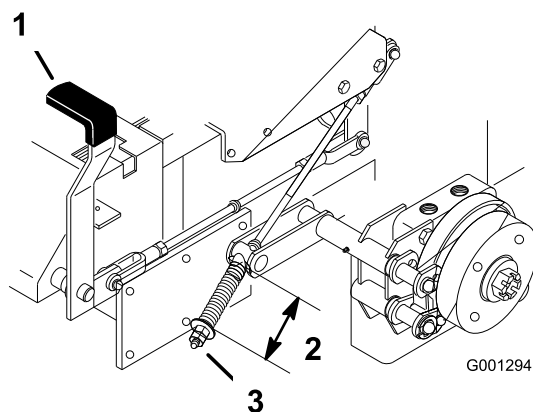

Figure 66
2. Mesurez la longueur du ressort. Les rondelles doivent être espacées de 64 mm (Figure 66).
3. Si un réglage est requis, desserrez le frein de stationnement, desserrez l'écrou de blocage situé sous le ressort et réglez l'écrou directement au-dessous du ressort (Figure 66). Modifiez le serrage de l'écrou jusqu'à ce que le ressort ait la longueur voulue. Tournez l'écrou dans le sens horaire pour raccourcir le ressort et dans le sens anti-horaire pour l'allonger.